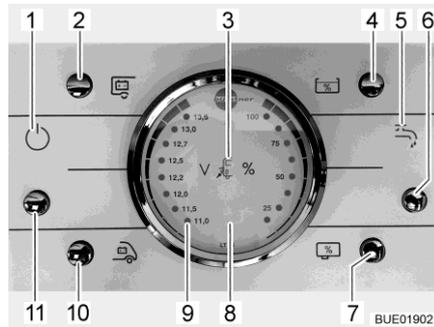

Fig. 191 Panneau de contrôle LT 96
La touche (Fig. 191,11) allume ou éteint le panneau de contrôle et l'alimentation 12 V de la cellule.
Mettre en marche : ■ Appuyer sur la touche (Fig. 191,11) : L'alimentation 12 V de la cellule est assurée. Le voyant de contrôle (Fig. 191,1) s'allume.
Mettre hors service : ■ Appuyer sur la touche (Fig. 191,11) : L'alimentation 12 V de la cellule est coupée. Le voyant de contrôle (Fig. 191,1) s'éteint.
Observer la graduation de gauche sur l'indicateur de charge/de niveau de réservoir (Fig. 191,8). L'indicateur s'éclaire automatiquement dès qu'une touche est pressée.
- Appuyer sur la touche (Fig. 191,10) : La tension de la batterie de démarrage est affichée.
- Appuyer sur la touche (Fig. 191,2) : La tension de la batterie de cellule est affichée.
Observer la graduation de droite sur l'indicateur de charge/de niveau de réservoir (Fig. 191,8). L'indicateur s'éclaire automatiquement dès qu'une touche est pressée.
- Appuyer sur la touche (Fig. 191,4) : Le niveau du réservoir d'eau est affiché.
- Appuyer sur la touche (Fig. 191,7) : Le niveau du réservoir d'eaux usées est affiché.
- Appuyer sur la touche (Fig. 191,6) : L'alimentation en eau est activée. Le voyant de contrôle de la pompe à eau (Fig. 191,5) s'allume.
- Appuyer sur la touche (Fig. 191,6) : L'alimentation en eau est désactivée. Le voyant de contrôle de la pompe à eau (Fig. 191,5) s'éteint.
Le voyant d'alerte rouge "ALARM" (alarme) (Fig. 191,9) clignote dès que la charge de la batterie de cellule descend en dessous de 11 V (mesurée en marche) et qu'il y a risque de décharge profonde des batteries.
Le voyant de contrôle 12 V (Fig. 191,1) s'allume dès que la touche principale 12 V (Fig. 191,11) est enclenchée.
Le voyant de contrôle 230 V (Fig. 191,3) s'allume si l'arrivée du bloc électrique est sous tension de réseau.